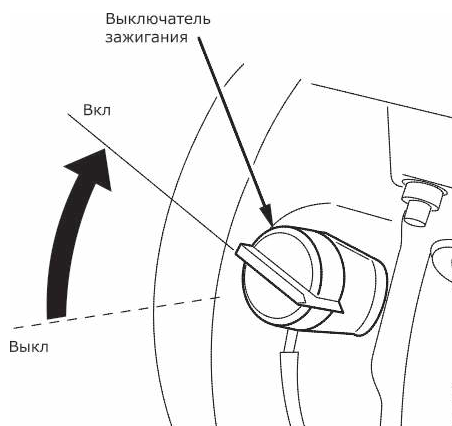

Рис. 11
- Поставьте выключатель зажигания в положение «ВКЛ» (рис. 11).